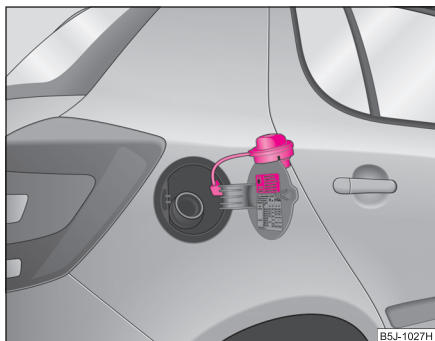

Fig. 140 Clapeta rezervorului cu capacul deschis.
Există mai multe tipuri de benzină. Citiți manualul „Date tehnice”, pentru a afla ce tipuri de benzină se potrivesc autovehiculului dumneavoastră. Aceleași informații le veți găsi și pe partea interioară a capacului rezervorului de benzină ⇒ pagina 197, fig. 140.
- Deșurubați capacul spre stânga și așezați-l pe clăpetă, în partea de sus ⇒ fig. 140.